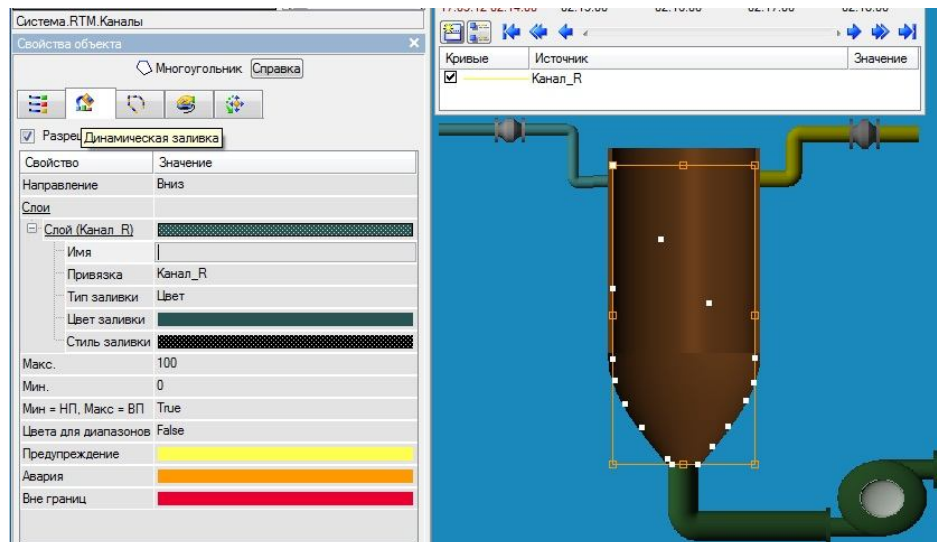

Рис. 5.9 Налаштування зміни кольору динамічної заливки
8. **Налаштування заливки ємності.** Відкрийте вікно властивостей об'єкта *багатокутник* (елемент зображення, що забезпечує динамічну заливку). Для отримання залежності кольору заливки від стану контролюваного процесу зробіть настройку, як показано на рис. 5.9.